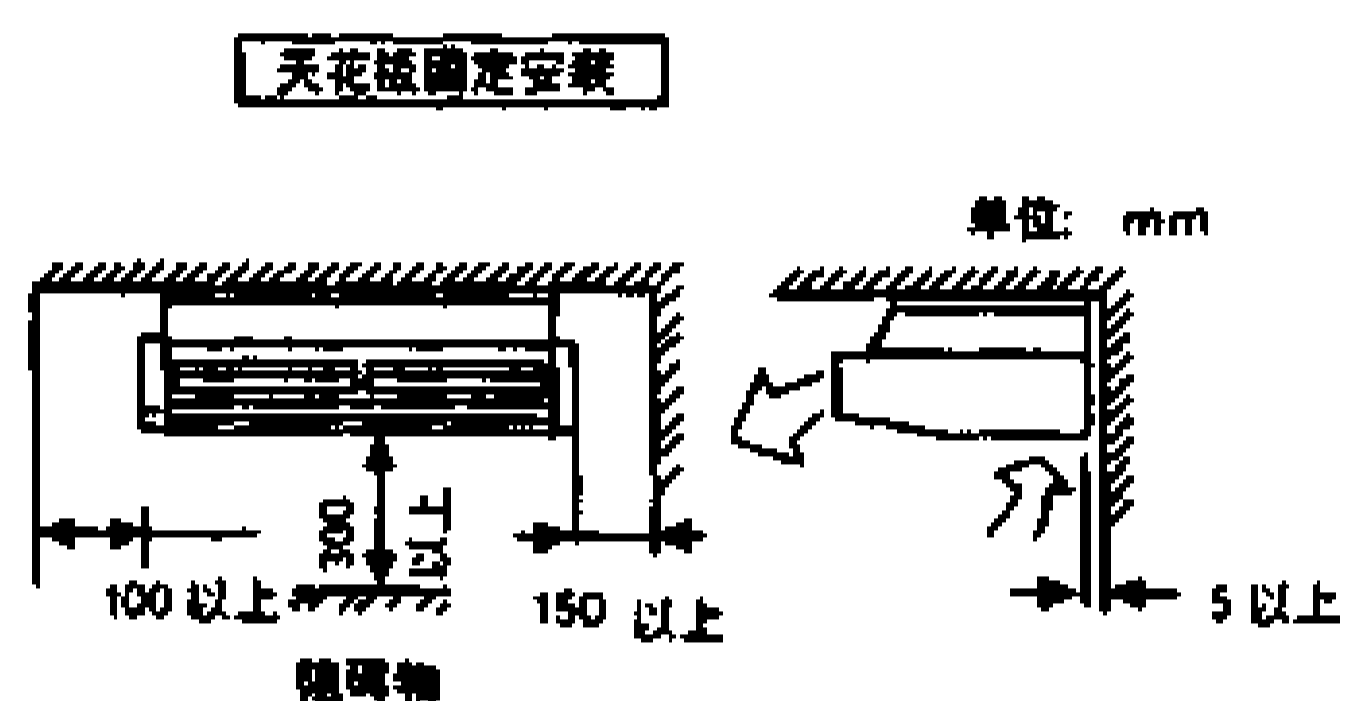

图 6-2-1
(2) 天花板应有足够的强度来悬吊机器。
(3) 不阻碍进气口和出气口的场所。
(4) 不产生会影响热交换器的雾气和油蒸汽的场所。
(5) 能确保图 6-2-1 所示空间的场所。
(6) 本机器采用微电脑作为控制装置。